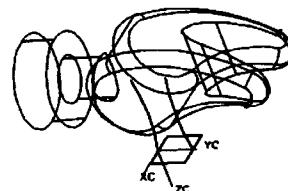

图 1-25 连接端点绘制直线
(6) 利用工具“直线和圆弧”→“直线一点一点”连接两条直线端点，生成两条直线，一个矩形生成，如图 1-25 所示。